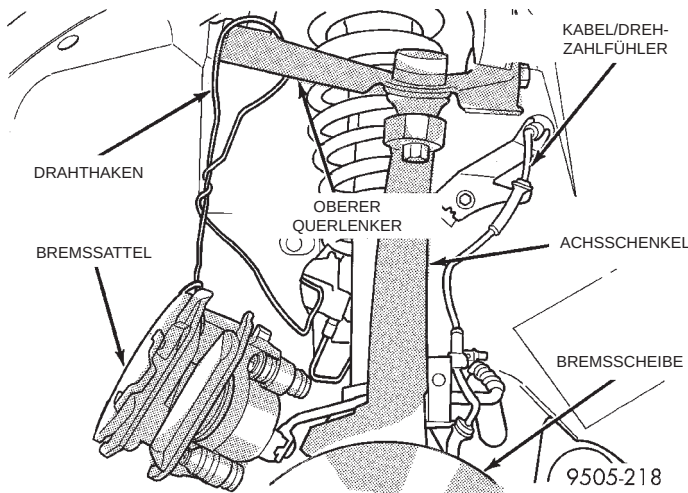

Abb. 43 Bremsattel korrekt aufgehängt
(7) Bremssattel mit einem Drahthaken am Unterboden aufhängen (Abb. 43). Bremssattel nicht am Bremsschlauch hängen lassen.